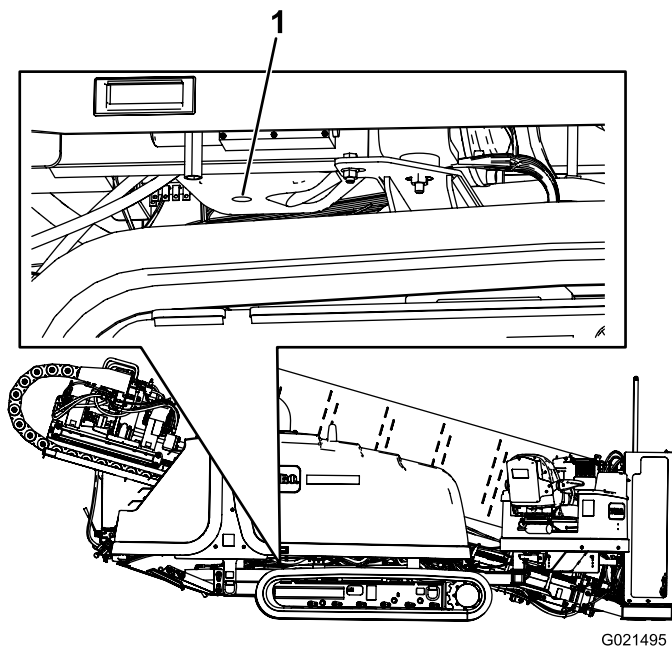

Рисунок 87
2. Снимите пробку слива (Рисунок 87).
7. Установите сливную пробку на сливной штуцер (Рисунок 87).